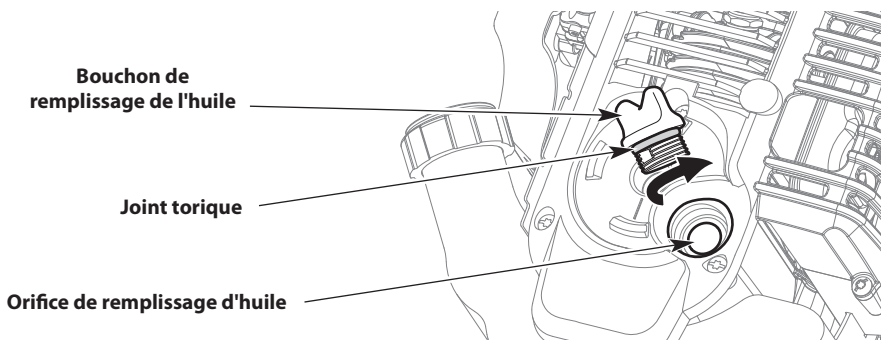

Fig. 23
3. Nettoyez la zone autour du bouchon de remplissage (Fig. 23) pour empêcher des débris d'entrer dans l'orifice de remplissage d'huile (Fig. 23).
7. Assurez-vous que le joint torique est en place sur le bouchon de remplissage d'huile (Fig. 23).
1. Nettoyez la zone autour du bouchon de remplissage (Fig. 23) pour empêcher des débris d'entrer dans l'orifice de remplissage d'huile.
5. Versez 90 ml (3,04 oz liq.) d'huile SAE 30 dans l'orifice de remplissage (Fig. 23).